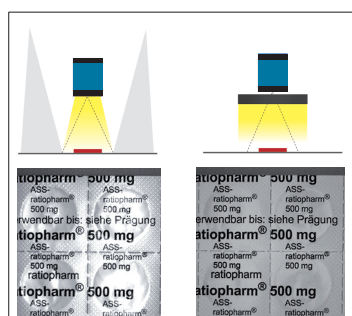

Figure 2 : éclairage annulaire
- **l'éclairage annulaire** donne une image homogène et uniforme d'une pièce hautement réfléchissante ou irrégulière, la feuille d'aluminium par exemple (figure 2).